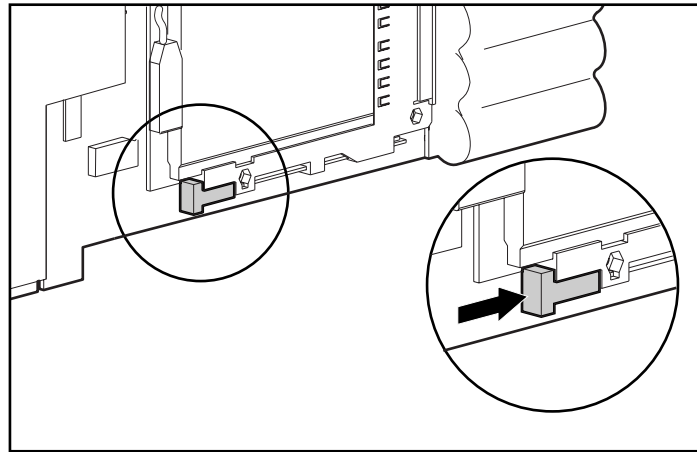

図2-9. モデムまたはシリアル カードを取り外す
5. すでにPCカードがリモートInsightボードにインストールされている場合は、ケーブルを取り外した後、イジェクト ボタンを押してカードをコネクタから取り出します。図2-9を参照してください。